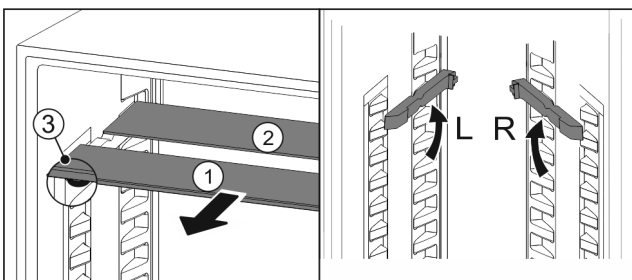

Fig. 159
- ▶ Vedä lasilevyt yksittäin etukautta ulos Fig. 159 (1).
- ▶ Koristelistalla varustettu lasilevy Fig. 159 (1) on edessä.
- ▶ Pysäyttimet Fig. 159 (3) osoittavat alaspäin.